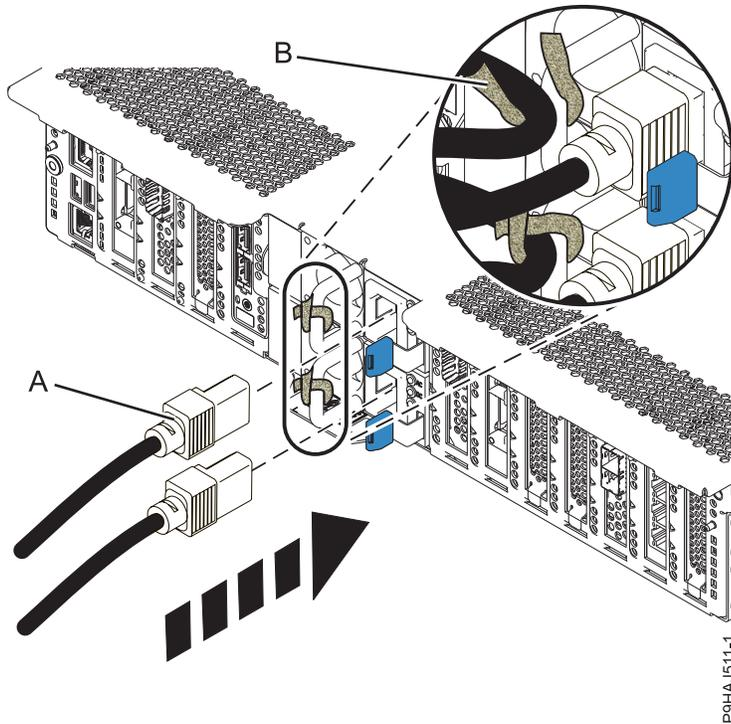

Figure 75. Connexion des cordons d'alimentation
2. A l'aide de vos étiquettes, rebranchez les cordons d'alimentation **(A)** à l'unité centrale. Fixez les cordons d'alimentation sur le système à l'aide des attaches velcro **(B)**, comme illustré dans la figure 75, à la page 100.